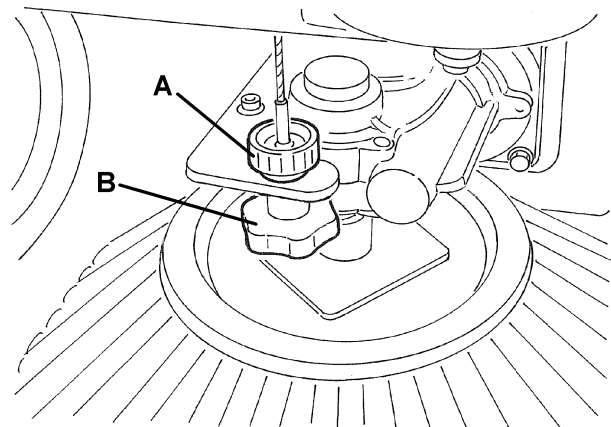

Figure 7
2. Activer le frein de stationnement à l'aide de la pédale (3) et du levier (4).
3. Tourner la clé de contact (82) sur "0".
4. Desserrer le pommeau (A, Fig. 7) situé sur le balai.
5. Tourner le pommeau (B, Fig. 7), en considérant que :